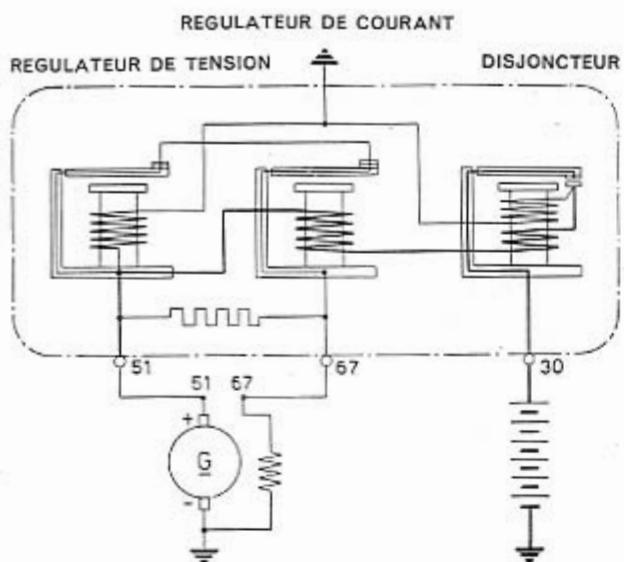

Fig. 337 - Schéma électrique du groupe régulateur GN 1/12/16.
1. - On rappelle l'attention sur le fait que si l'on invertit les bornes 67 et 51 du groupe régulateur (branchement erroné du câble 67 de la dynamo à la borne 51 du groupe, et du câble 51 de la dynamo à la borne 67 du groupe), le groupe grille immédiatement, car (voir fig. 337 et 338) le courant débité par la borne 51 de la dynamo arrive aux utilisateurs et à la batterie par les contacts des régulateurs.